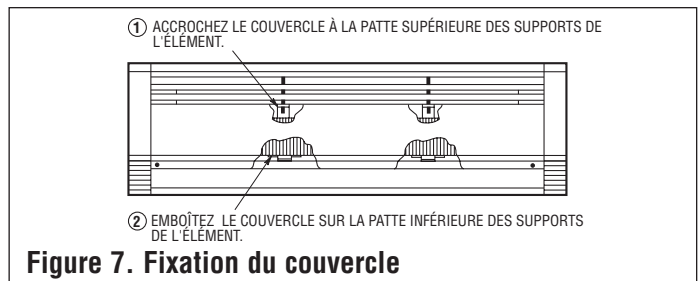

Figure 7. Fixation du couvercle
- Reposez le couvercle frontale en accrochant le rebord supérieur sur la patte des boîtes de jonction et sur la patte supérieure des supports de l'élément. Pivotez le couvercle vers le bas et poussez le bord inférieur vers le radiateur. Posez les vis (enlevées à l'étape 4) fixant le couvercle aux boîtes de jonction. Assurez-vous que le bord inférieur du couvercle s'emboîte sur la patte inférieure des supports de l'élément (voir la figure 7).